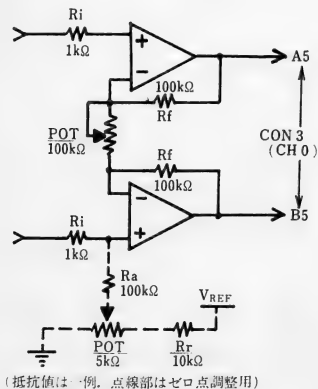

図5-10 差動入力差動出力アンプ
センサーの出力レベルは (アンプ内蔵のものを除いて) 5V以下のものが大半です。従って、それ等の信号レベルを変化量0V~+5Vになる様プリアンプにて増幅して各チャンネルへ入力して下さい (差動入力-差動出力のプリアンプ例を図5-10に示します)。
*ゼロ点調整回路——— CH0に設置してします。図5-10に示す部品を購入しI/Oボードのフリーエリアに組んで下さい。ゼロ点調整とは、信号に或直流バイアスをかける（ゲタをはかせる）ことを意味します。ここでは差動入力ラインの片側（0V側）にある電流を流し込むことにより実現しています。プリアンプの入力ラインに直流電流を重畳して行っています。
POT-2 を一旦左一杯に回して下さい、この時がアナログ値 0.0mV の位置です。次に少しづつ右方向へ回して最下位のLEDが点滅する位置で止めて下さい、これが、 $1/2$ LSB の位置であり、本来なら約 7.8mV でなければなりません。接続のクリップコードを一旦はずして、POT-2 のTP1-TP2間の電圧を測って下さい。約 7.8mV になっていればゼロ点が合っていることになります。合っていない場合、POT 2 を 7.8mV になる様回して、先のクリップコードにて元の様に接続して下さい。そして、ゼロ点調整用のPOT (図5-10のPOT) を回して最下位LEDが点滅する様調整し直して下さい。
図5-10に差動入力・差動出力型のプリアンプを示します(点線部はA/Dコンバータを含めたゼロ調整用です)。又、インピーダンス変換には出力側、入力側ともボルテージフォロウを付加することが有効ですが、部品、デバイスを付加すると云うことは、それだけ不安定要素が増加する可能性があることにも留意下さい(部品の厳選、温度特性等の均一化、回路の簡素化)。